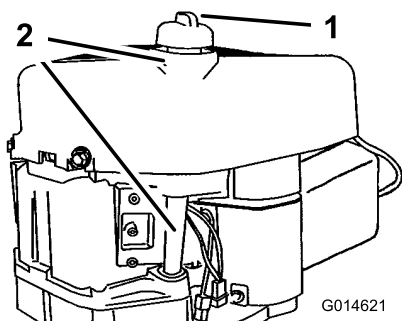

Figure 34
2. Nettoyez la surface autour de la jauge d'huile (Figure 34) pour éviter que des impuretés ne s'introduisent dans le goulot de remplissage, ce qui risquerait d'endommager le moteur.
10. Nettoyez la surface autour du bouchon de la jauge d'huile et dévissez le bouchon (Figure 34).
11. Versez avec précaution environ 80% de la quantité d'huile spécifiée dans le goulot de remplissage (Figure 34)